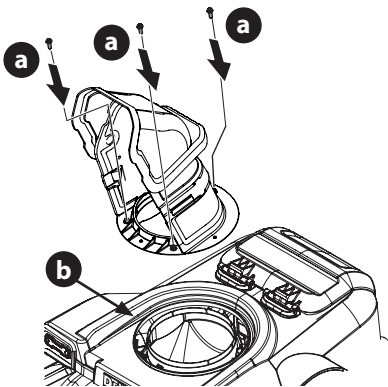

Figura 7
3. Fije la base del canal con los tornillos de la arandela hexagonal (a) quitados en el Paso 1 (Figura 7).